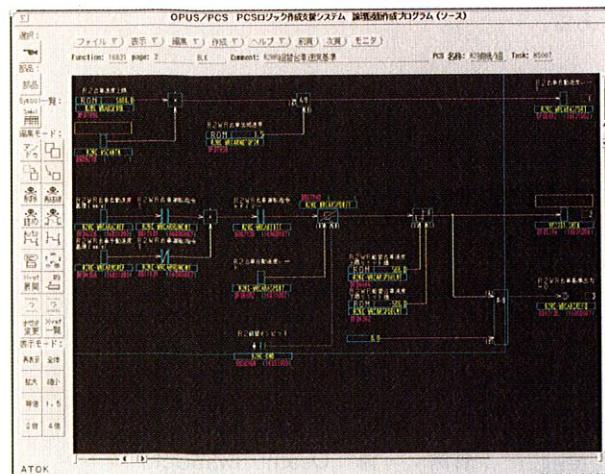

図4. BLK 演算用ソフトに使用されるBLKの例。画面をタッチすることにより参照画面へ展開する。
- (3) BLK(BLocK diagram) 数値演算用の仕様書。従来のデータフローに相当し、主幹演算、プロセス制御などに使用する。割込み処理、イニシャライズ処理なども BLK を使用する(図 4)。
- (4) TRK(TRacKing flow) 圧延材のトラッキング機能用の仕様書。
- (5) LFC(Loop Function Chart) 計装のループ制御用